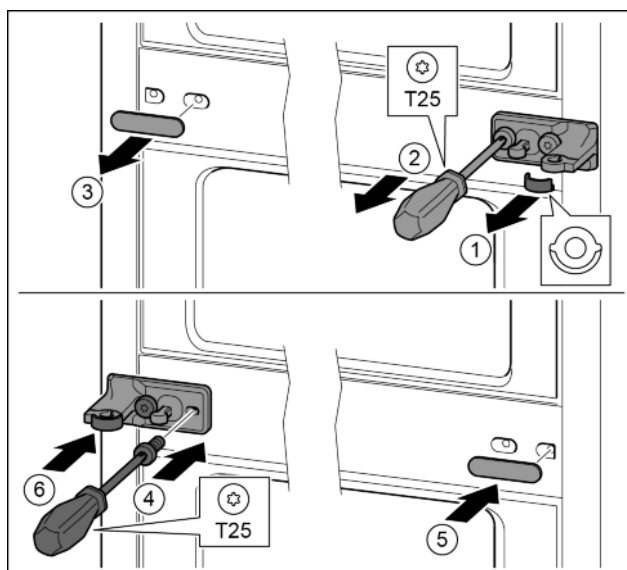

Fig. 13
- Noņemiet aplāksni. Fig. 13 (1)
- ▶ Ar skrūvgriezi T25 izskrūvējiet skrūves. Fig. 13 (2)
- ▶ Uzmanīgi noņemiet pārsegu. Fig. 13 (3)
- ▶ Stingri pieskrūvējiet gultņa balstu ar plēvi, pagrieztu par 180°, otrajā pusē. Fig. 13 (4)
- ▶ Piestipriniet pārsegu, pagrieztu par 180°, otrajā pusē. Fig. 13 (5)
- ▶ Uzbīdīet paplāksni no priekšas. Fig. 13 (6)